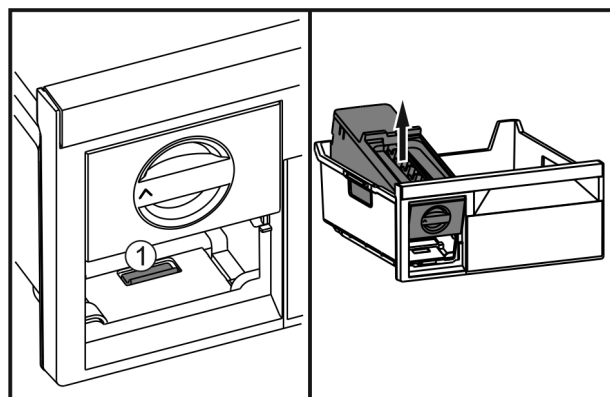

Fig. 67
- Nyomja meg a fület Fig. 67 (1), emelje meg hátulról az EasyTwist-Ice fiókot, és vegye ki a fagyasztófiókból.